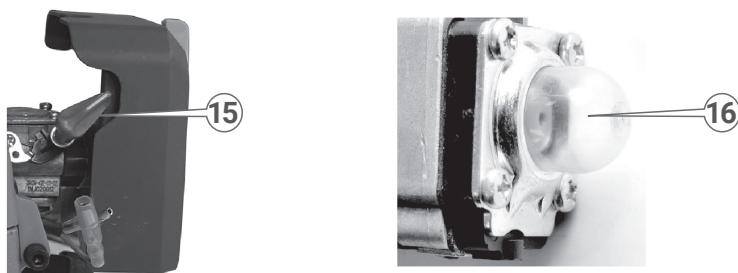

Рисунок 1.Загальний вигляд виробу та опис основних компонентів мотокоси.
1.1 Опис основних компонентів мотокоси ТМ «Vitals», серії «Master», моделі «BK 3312jd Black Edition» наведено нижче (рис. 1).